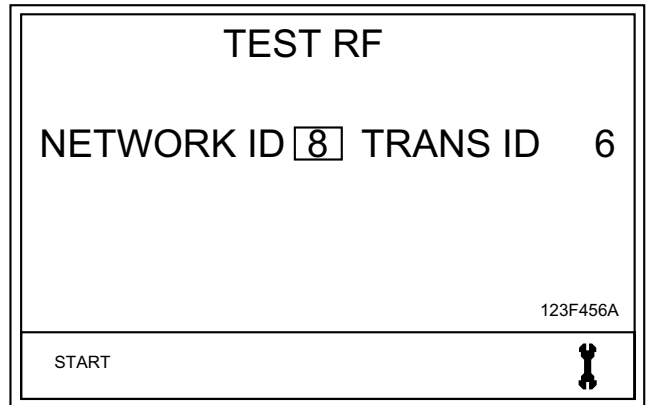

FIG. 7
4. Utilice la FLECHA DERECHA para mover el cursor sobre INICIO (FIG. 7).